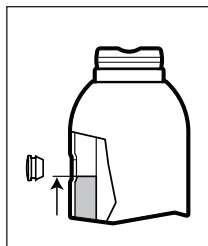
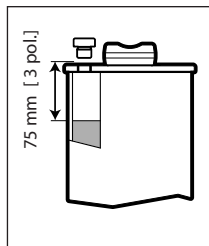

Fig. 5 - Nível de Óleo, todos os modelos exceto GBJ-100
Fig. 6 - Nível de Óleo, somente modelo GBJ-100
3. Todos os modelos exceto GBJ100: Abasteça até que o nível de óleo alcance a extremidade inferior do orifício de abastecimento de óleo. Ver Fig. 5.
4. Somente modelo GBJ100: Abasteça até que o nível de óleo esteja em torno de 3 pol. [75 mm] abaixo do orifício de abastecimento de óleo. Ver Fig. 6.
NÃO ENCHA DEMAIS! Com a haste totalmente recolhida e o macaco na posição vertical, o nível de óleo não deve estar mais alto que o mostrado na Fig. 5 ou Fig. 6 (conforme aplicável para o seu modelo de macaco).